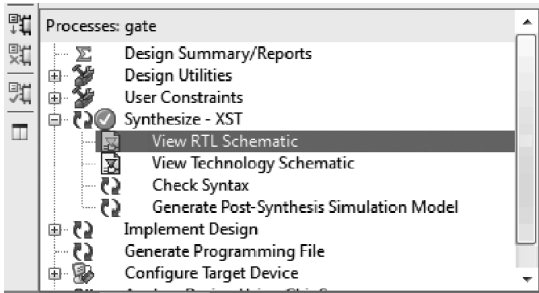
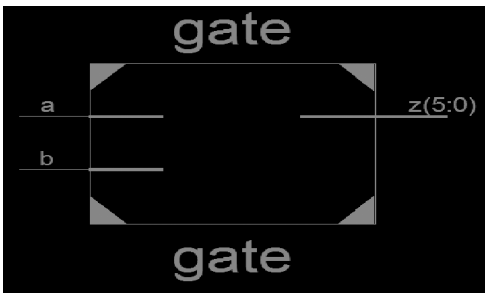

图 3.23 查看 RTL 原理图
图 3.24 设计顶层端口
- (4) 查看综合后的门级结构。如图 3.23 所示,双击 View Technology Schematic(查看技术符号)选项。
- (5) 出现 Select how the RTL/Tech Viewer behaves when it is initially invoked 界面,在该界面中选择 Start with a schematic of the top-level block 选项。
- (6) 单击 OK 按钮。
- (7) 如图 3.24 所示,显示出设计模块的顶层端口。
(8) 在图 3.24 内的界面内,双击顶层端口符号。